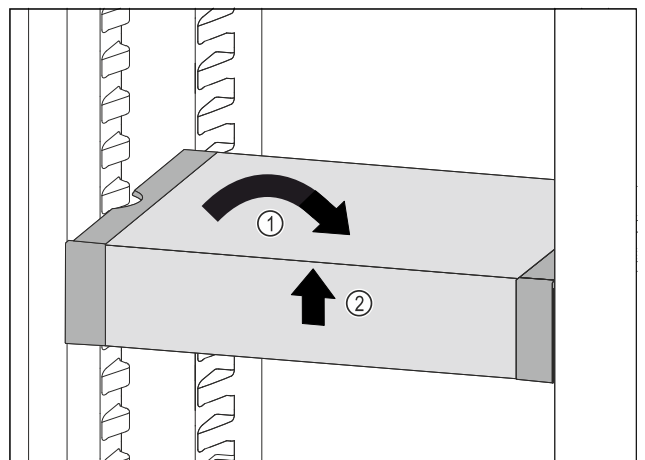

Fig. 32
- Изправете VarioSafe. Fig. 32 (1)
- Повдигнете VarioSafe отпред. Fig. 32 (2)